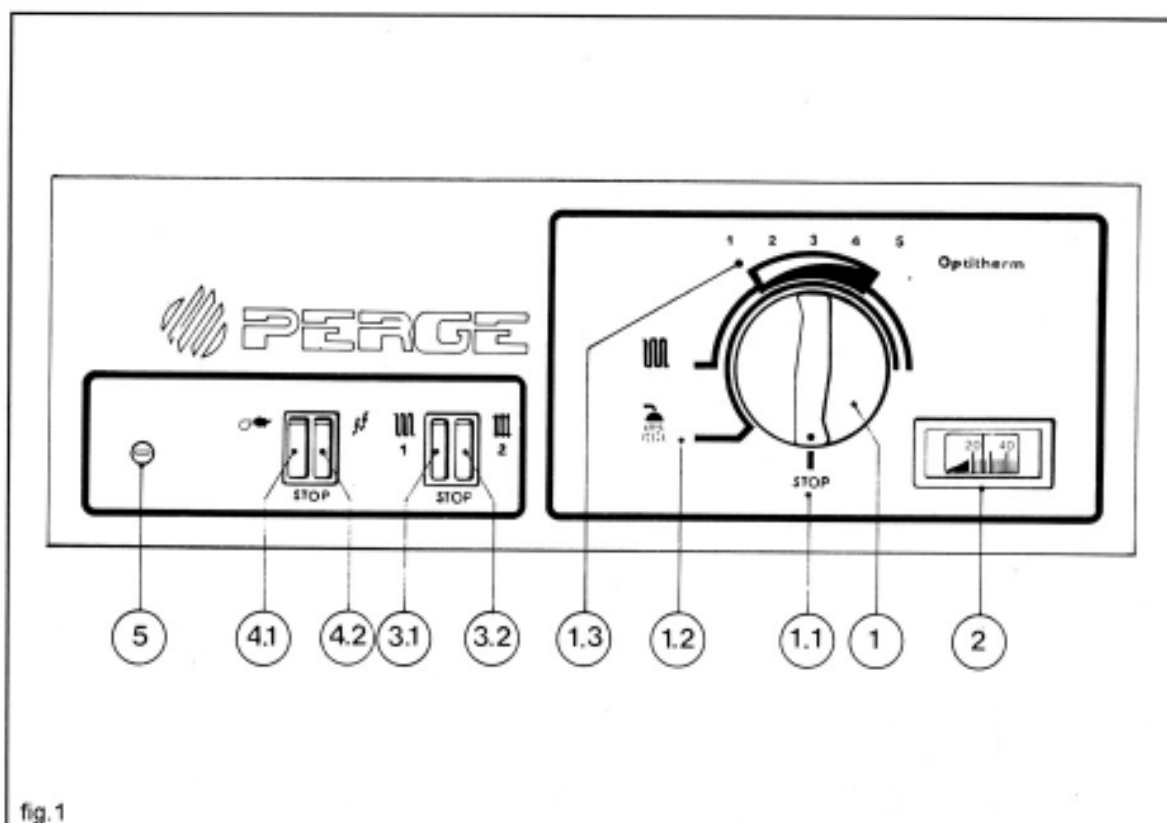
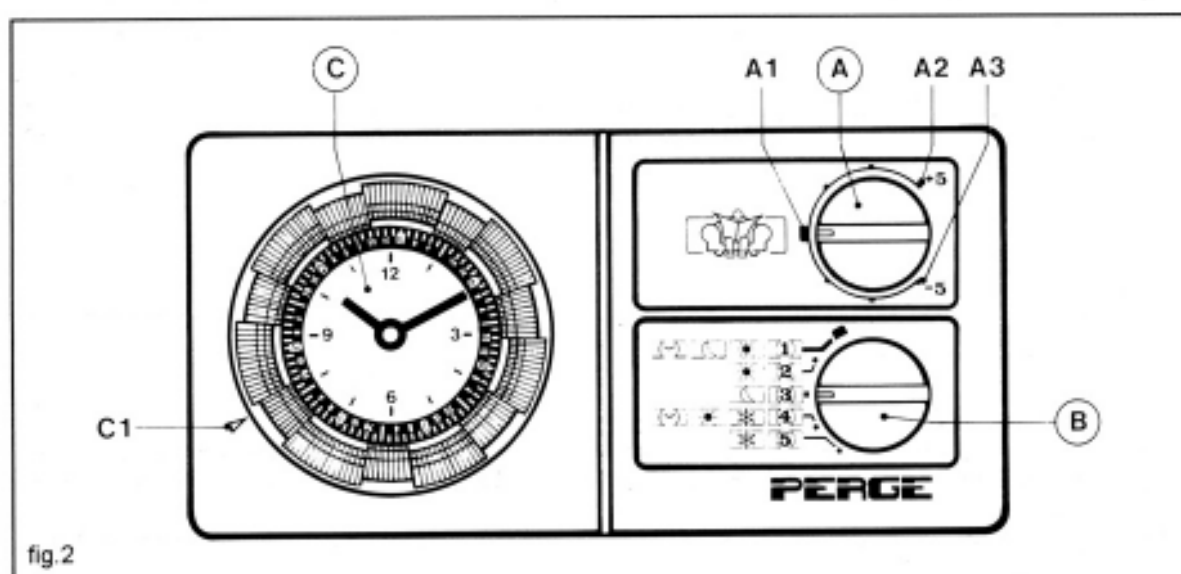

fig.1
fig.2
Mettre sous tension	Tourner le bouton de commande (1-fig.1) sur la position 1.2-fig.1.
Démarrer le brûleur	Mettre l'interrupteur 4.1-fig.1 sur marche. Le brûleur se mettra en marche dans un intervalle de temps d'environ soixante-dix secondes. La production d'eau chaude est alors assurée.
Mettre en marche le chauffage	Tourner le bouton de commande (1-fig.1) dans la plage de réglage (graduation de 1 à 5). Mettre le(s) circulateur(s) en marche en appuyant sur l'interrupteur 3.1-fig.1 pour le circuit 1 et sur l'interrupteur 3.2-fig.1 pour le circuit 2.
Présélectionner la température de fonctionnement de la chaudière	Tourner le bouton de commande de la chaudière (1-fig.1) en fonction des conditions climatiques du moment : temps frais graduation 1 à 2 temps froid graduation 2 à 3 grand froid graduation 3 à 5 Le brûleur s'arrête si la température de chaudière est atteinte.
Sélectionner le mode de chauffage sur le régulateur d'ambiance	Placer le sélecteur de mode de chauffage (B-fig.2) sur le repère n°1 pour un fonctionnement automatique ou sur tout autre repère de votre choix (fig.2). Sur le repère n°4 en abaissement, ou sur le repère n°5, le chauffage ne démarre pas pour une température ambiante supérieure à 7°C.
Bouton de commande (1-fig.1) sur la position 1.2
N.B. : Le bouton d'ajustage de la température (A-fig.2) vous permet de régler votre température ambiante à votre convenance depuis votre habitation.
Bouton de commande (1-fig.1)	Sélecteur du mode de chauffage (B-fig.2)